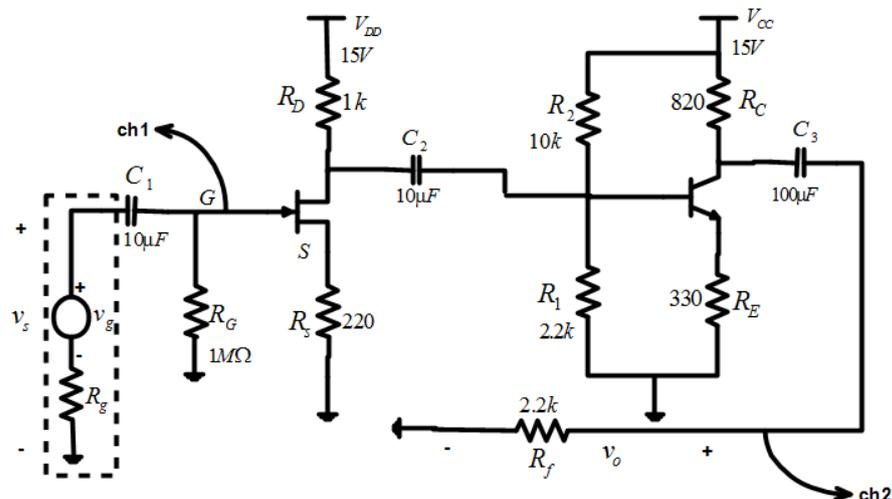

Fig. 21 : Amplificateurs en cascades
1. Réaliser le montage de la figure 21 :